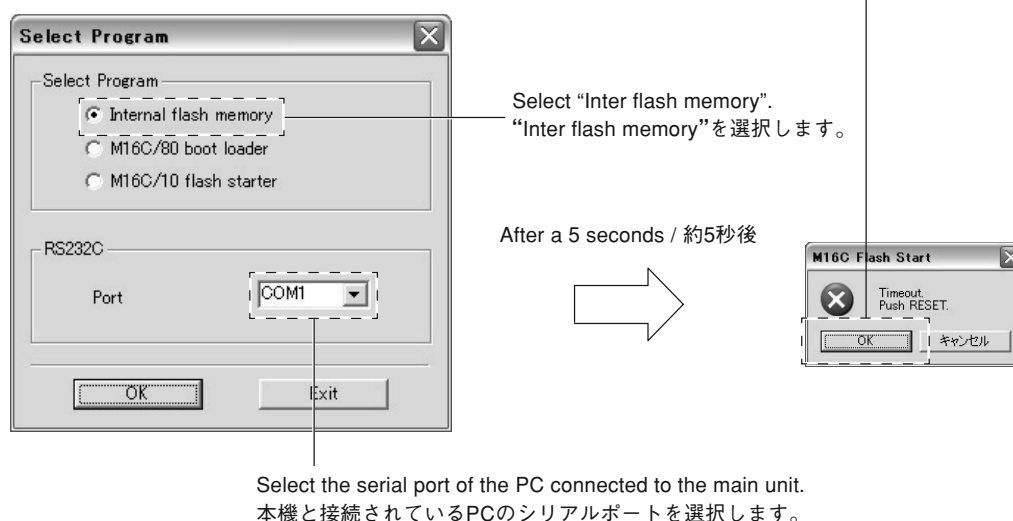

Fig. 2
"Select Program" is displayed. (Fig. 2)
7. Select Program: "Inter flash memory", RS232C Port: "COMx (serial port of the PC connected to this unit)". (Fig. 2)
8. Confirm settings and click [OK]. "M16C Flash Start" is displayed in about 5 seconds. (Fig. 2)
10. Click [OK]. (Fig. 2)
「Select Program」が表示されます。(Fig. 2)
7. Select Program: 「Inter flash memory」、RS232C Port: 「COMx(本機と接続されているPCのシリアルポート)」を選択します。(Fig. 2)
8. 設定確認後、[OK]をクリックします。約5秒後、「M16C Flash Start」が表示されます。(Fig. 2)
10. [OK]をクリックします。(Fig. 2)